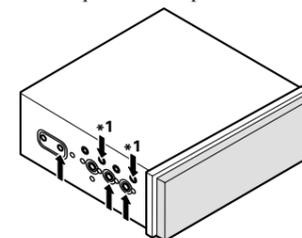
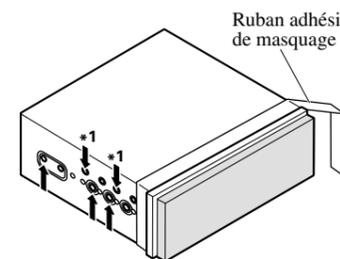
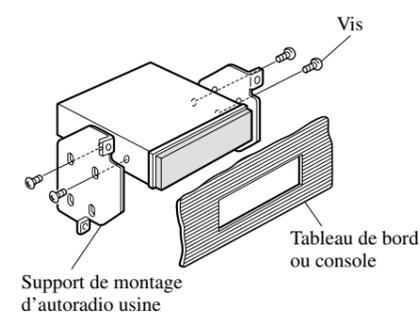

Fig. 14
Fig. 15
Fig. 16
- **Fixation de l'appareil au support de montage d'autoradio pourvu par l'usine. (Fig. 14) (Fig. 15) (Fig. 16)**